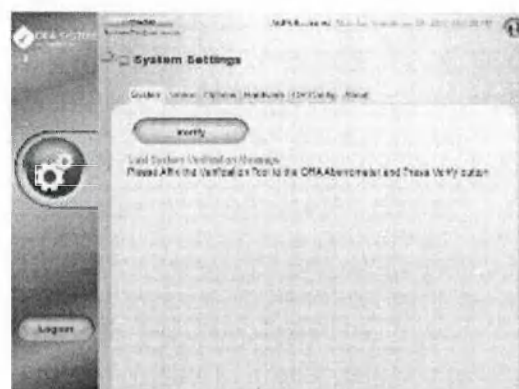

Рисунок 137. Проверьте систему ORA
- Примите во внимание напоминание о необходимости присоединения к абберрометру инструмента для верификации системы ORA и нажмите кнопку **Verify (Проверить)**, чтобы инициировать верификацию (Рисунок 137).